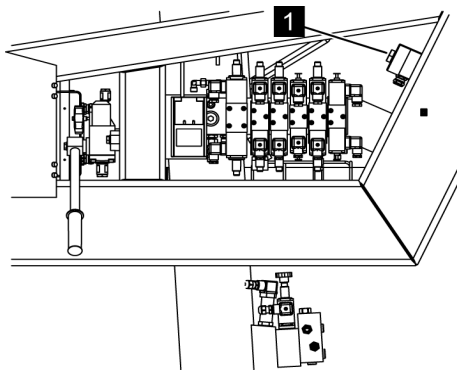

Fig. 139: Interrupteur à clé du mode d'entretien
5. →  Au lieu de verrouiller la vanne à deux voies (Voir la Fig. 139/2), il est possible d'activer l'interrupteur à clé (Voir la Fig. 139/1).